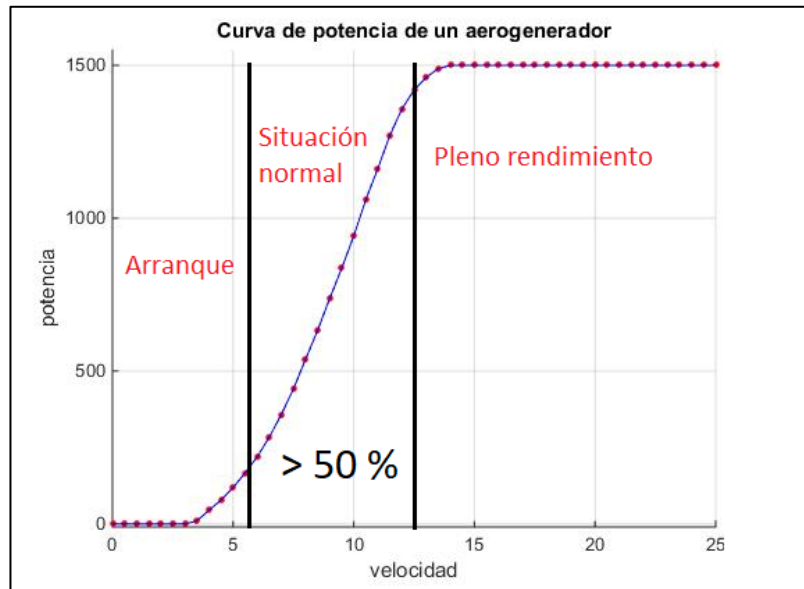

Ilustración 5. Ejemplo de curva de potencia.
- **Curva de potencia.** Todo el análisis de datos girará en torno a la curva de potencia. Esta curva esquematiza el rendimiento del aerogenerador, enfrentando el viento en ese momento contra la potencia producida tal y como vemos en la Ilustración 5. Podemos ver que hay tres fases dentro de la curva de potencia, el arranque, la situación normal y la etapa en la que está a pleno rendimiento.